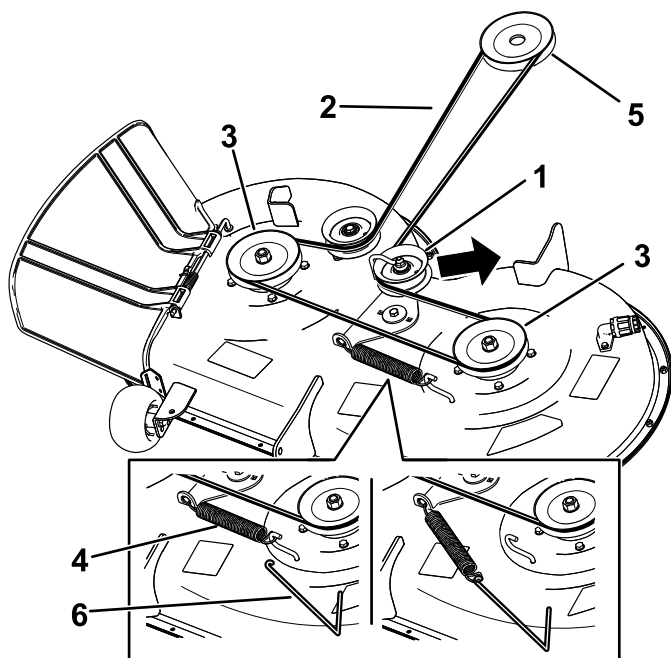

Figura 58
7. Con una herramienta para la retirada de muelles (Pieza Toro N.º 92-5771), retire el muelle tensor del gancho de la carcasa para eliminar la tensión de la polea tensora y retire la correa de las poleas (Figura 58).
8. Pase la correa nueva alrededor de las poleas del motor y del cortacésped (Figura 58).
9. Con una herramienta para la retirada de muelles (pieza Toro n.º 92-5771), instale el muelle tensor sobre el gancho de la carcasa y tense la polea tensora y la correa del cortacésped (Figura 58).